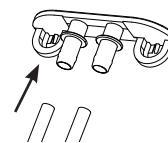

Figura 10
13. Retire los tapones y deje que el agua se drene por completo. Ver figura 10.